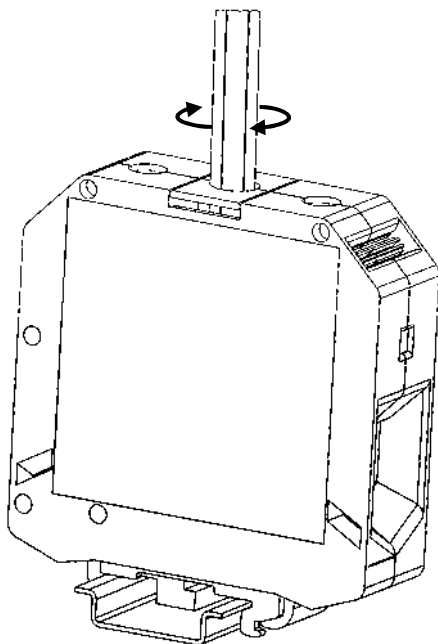

Рисунок 17 – фиксация клеммы с внутренним шестигранником на монтажной рейке
- Закручивая винт с внутренним шестигранником инструментом по часовой стрелке, затяните его до момента фиксации клеммы на монтажной рейке с соблюдением рекомендованного момента затяжки (рис. 17);